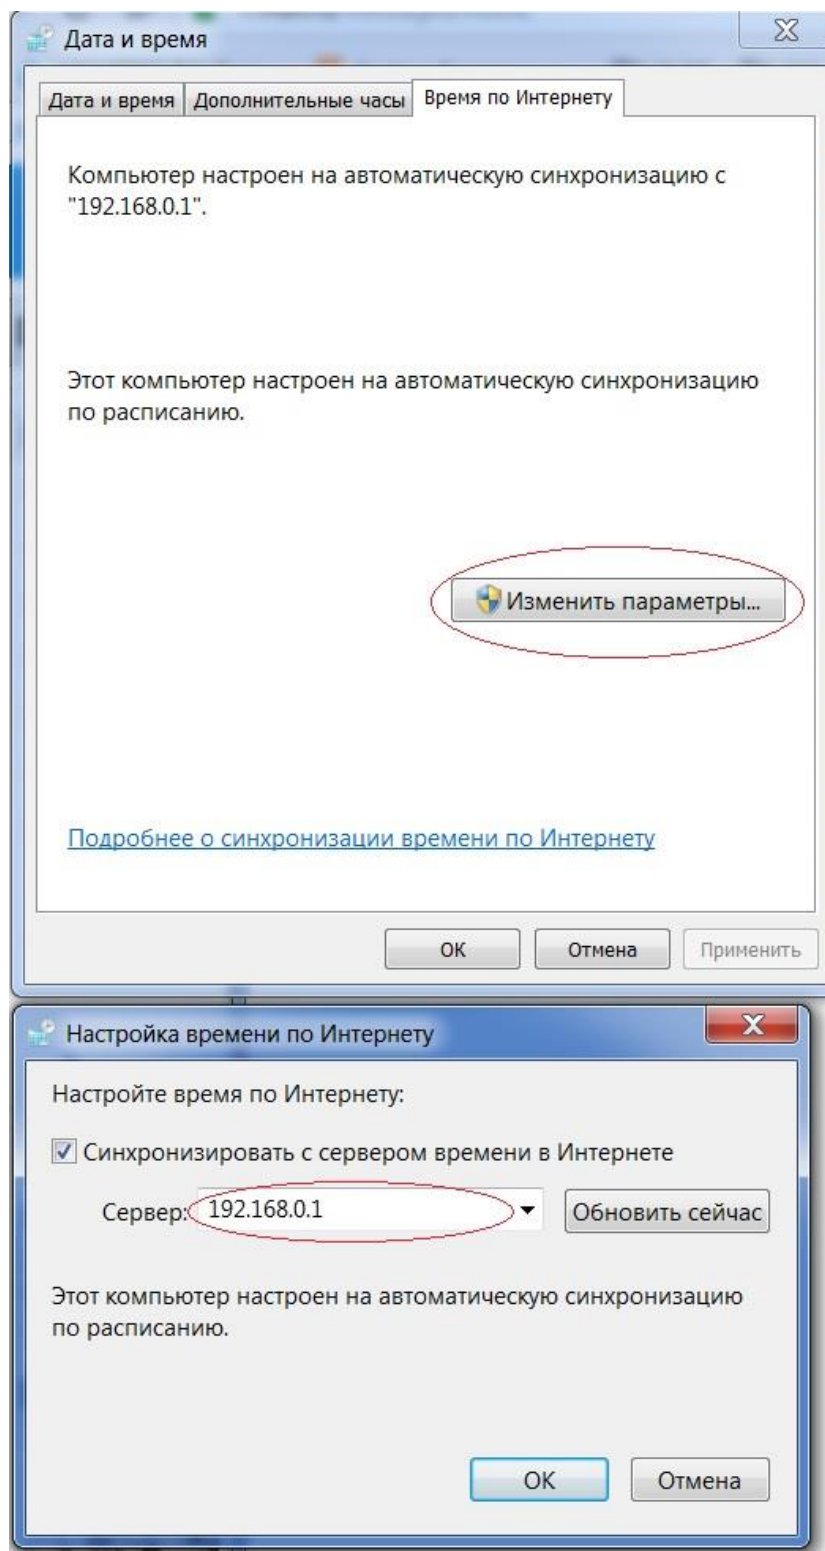

Рисунок 27.
2.9.5 На АРМ «Клиент» настроить синхронизацию даты и времени по IP-адресу этого ПК (см. рисунок 27).